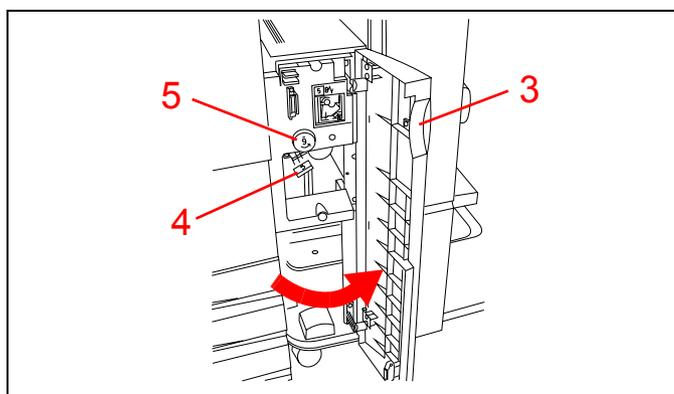

Figura 16
3. Se o encravamento for atrás da porta frontal esquerda, consulte a Figura 16. Puxe a porta esquerda para abrir.